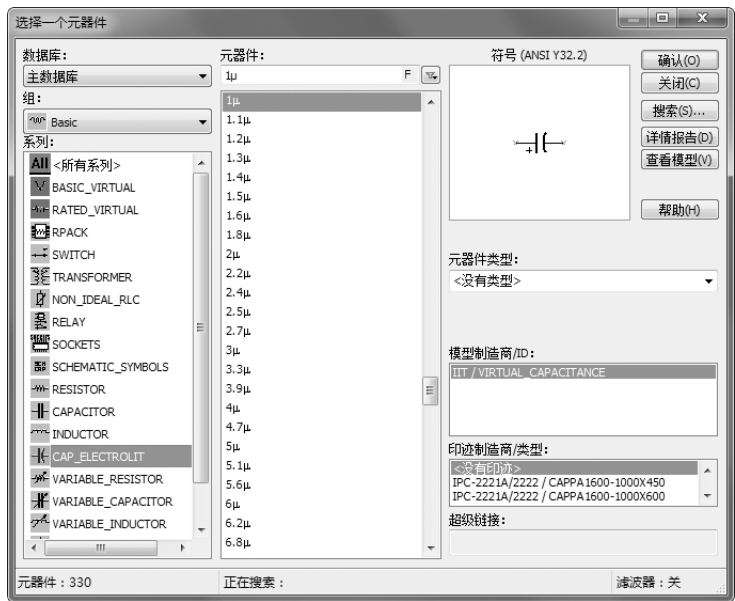

图 3-63 选择一个元器件
3) 选择“主数据库→Basic→CAP_ELECTROLIT”系列，显示极性电容元器件，如图 3-63 所示。